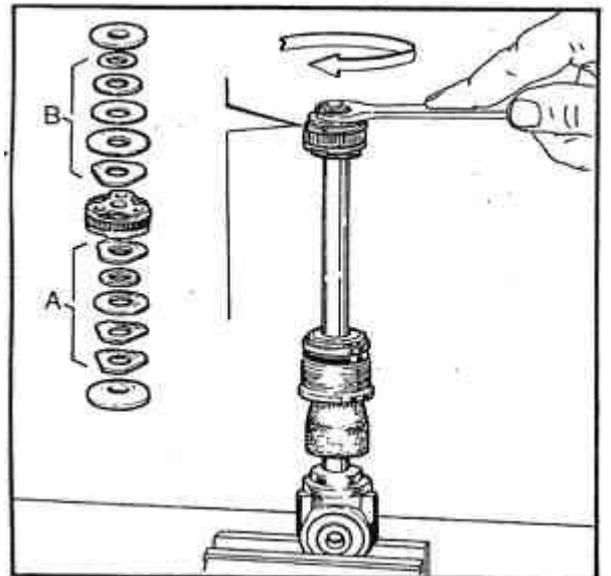
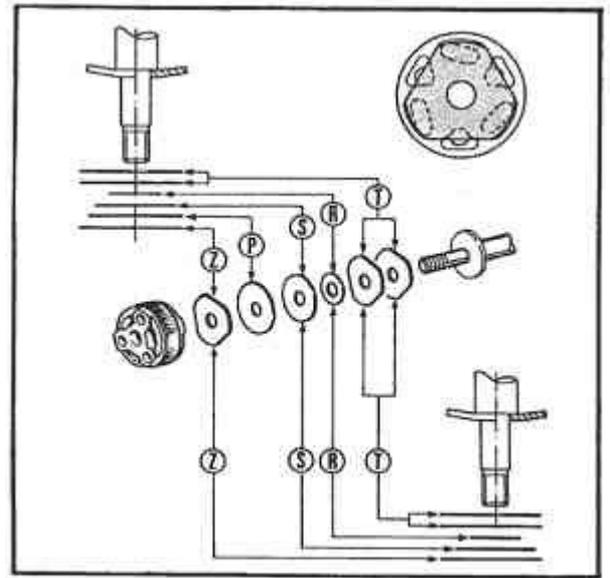

figure 22
figure 23
Dans ce cas là il faut agir sur les lamelles (A) (Fig.22), en insérant entre la lamelle de $\varnothing 23$ (S) et celle triangulaire (Z) une lamelle d'épaisseur 0,2mm et de $\varnothing 27$ (P) et la lamelle de $\varnothing 15$ et d'épaisseur 0,2 (R) entre la lamelle de $\varnothing 23$ (S) et celles triangulaires (T) comme sur la Fig.23.
Si dans ce cas là la charge devenait excessive il est suffisant de substituer la lamelle de $\varnothing 15$ (R) avec une lamelle de $\varnothing 14$ et d'épaisseur 0,2 (voir Fig.23).
Pour varier la charge en extension il faut agir sur les lamelles (B) (Fig.22) montées sur le groupe piston en variant le diamètre suivant la nécessité.